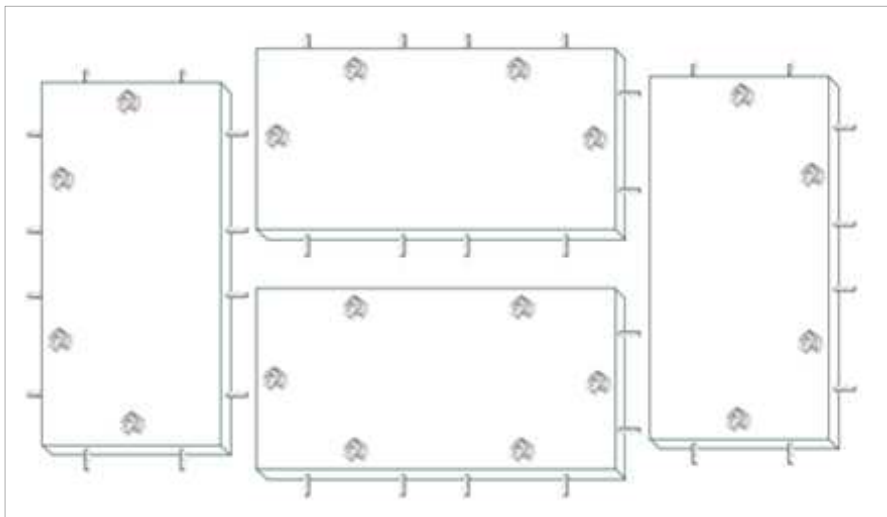

Bild 2
Bitte beginne mit dem Zusammenbau der Bodenplatten. Lege Dir alle Teile, wie auf Bild 2 zusehen ist, auf einen ebenen Untergrund. Stecke in alle außenliegenden Löcher der Bodenplatten die Dübel (B). Innen als Verbindung zwischen den Platten, kommen die Dübel (A).